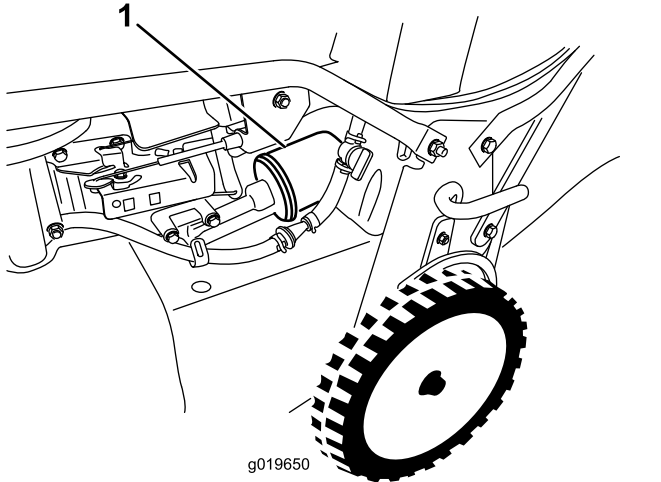

Figura 30
6. Retire el filtro de aceite (Figura 30).